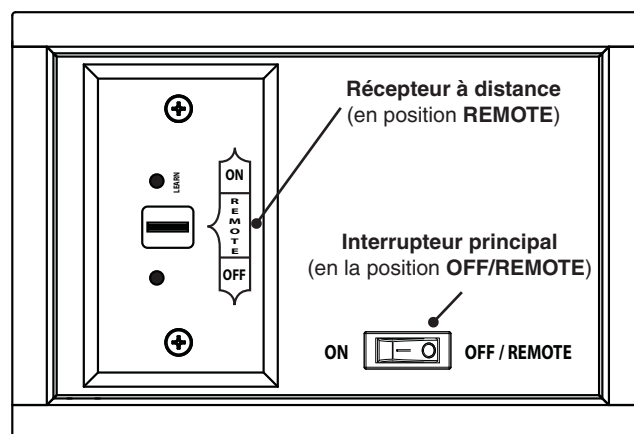

Fig. 30-1 Contrôle détail du panneau
1. Vérifiez que l'interrupteur principal est en position **OFF/REMOTE** (éteindre/éloigné) (voir Fig. 30-1).
2. Repérez l'interrupteur à 3 positions sur le récepteur de télécommande (voir Fig. 30-1), Et faites glisser l'interrupteur à la position **REMOTE** (éloigné).